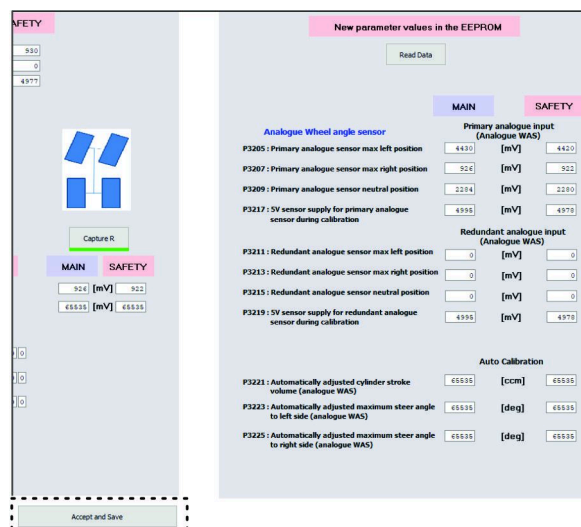

図 151
9. 同意して保存アイコンをクリックします (図 151)。